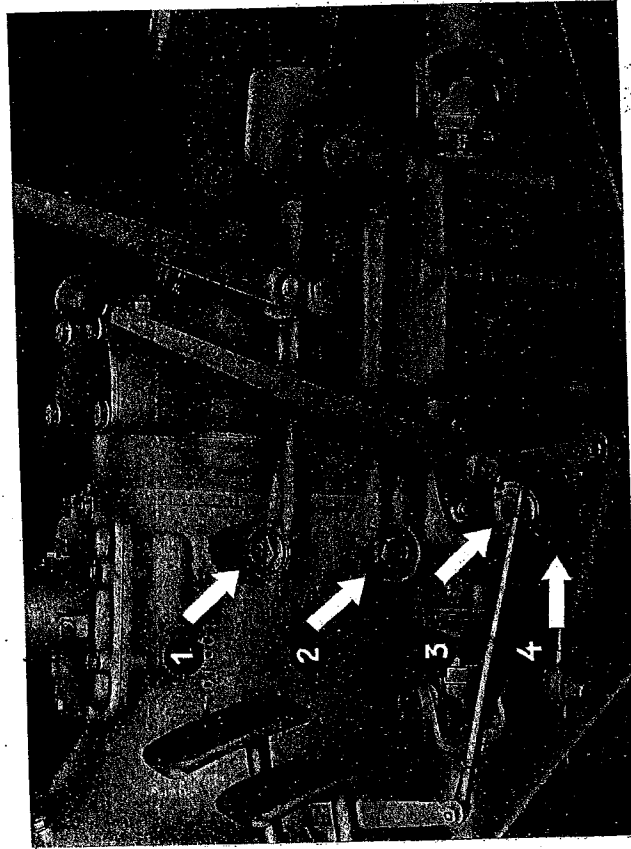

Abb. 29 Verschraubungen am Getriebe
2.23 Verteilergetriebe (Abb. 29)
Vor Lösen der Einfüll- und Ablassverschraubungen sind die umliegenden äußeren Gehäusepartien sorgfältig zu reinigen. Eine Ölstandskontrolle ist nach 500 km vorzunehmen (Abb. 29).